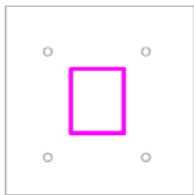

图 8-29 绘制轮廓
(2) 打开“修改 | 创建等高线”选项卡，如图 8-28 所示。使用“绘制”面板上的绘制工具来绘制轮廓的形状，如图 8-29 所示。